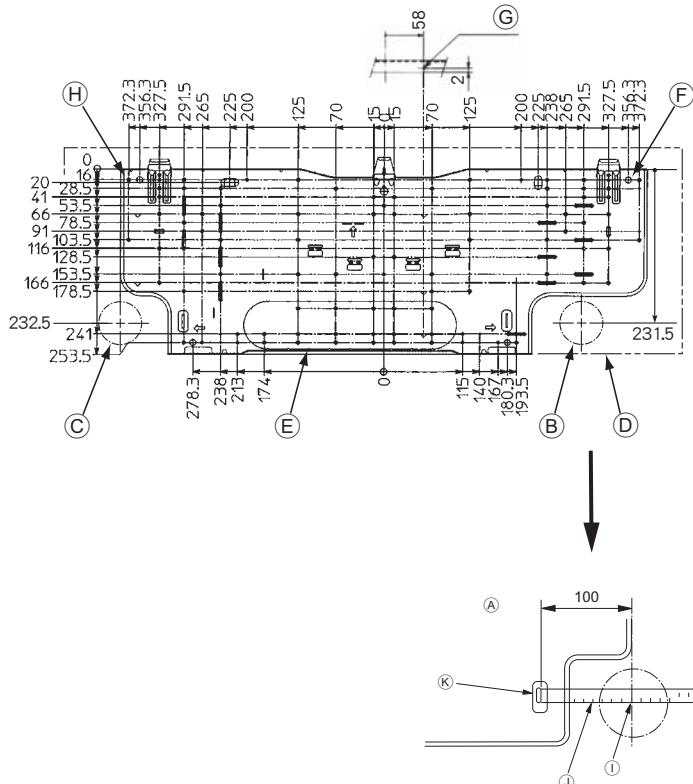

Fig. 3-2
■ PKFY-P·VHM-E (Fig. 3-2)
- Ⓐ Placa de montaje ①